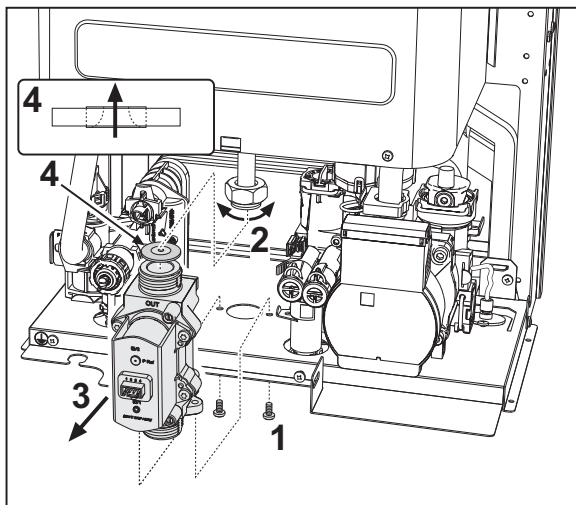

fig. 29- Înlocuirea valvei de gaz
- **Diafragma pentru gaz "4" trebuie să respecte direcția indicată în fig. 29.**